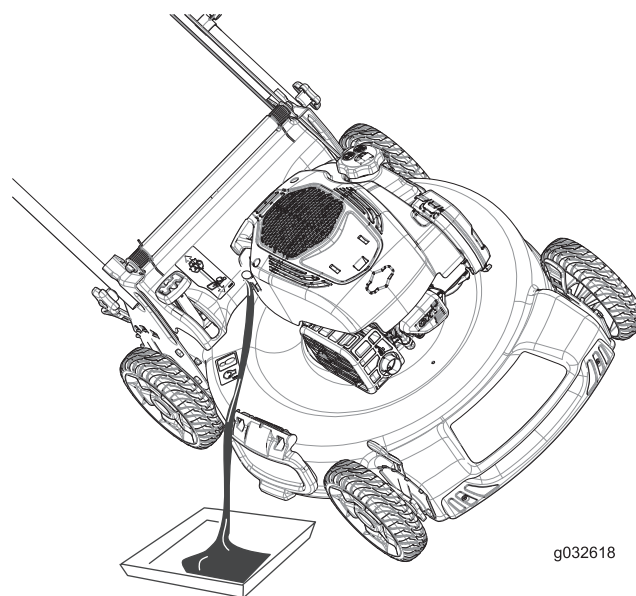

Figure 33
3. Inclinez la machine sur le côté (filtre à air en haut) pour vidanger l'huile usagée par le goulot de remplissage (Figure 33).